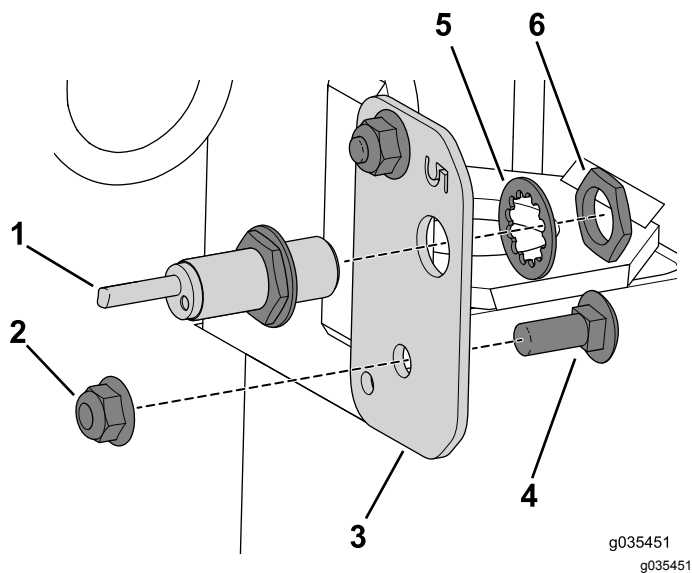

図 18
3. 左側センサープレートに機体に固定するキャリッジボルト3/8 x 1 インチとフランジナットを使う 図 18。
4. キットに入っている近接センサーを、左側センサープレートに固定するリテーナナットとワッシャを使う 図 18。